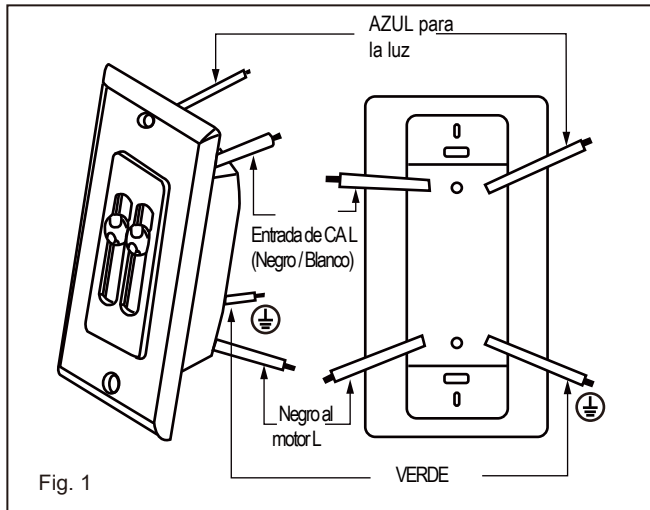

Fig. 1
- 7 La instalación de este control requiere tender un cable de tres conductores con cable de tierra entre la caja de pared del control y la caja de salida del ventilador de techo (Fig. 1).